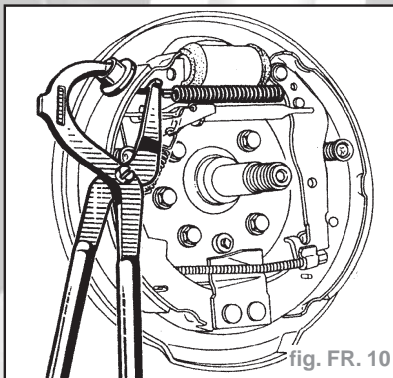

fig. FR. 10
- le ressort de rappel supérieur à l'aide d'une pince pour segment de frein (fig. FR 10).